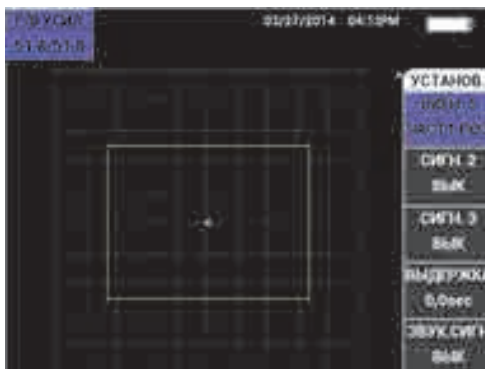

Рис. 5-152 Полярность сигнализации
3. С помощью ручки выберите полярность сигнализации; **FRQ1 POS** устанавливает положительную полярность, а **FRQ1 NEG** – отрицательную полярность (см. Рис. 5-152 на стр. 241).